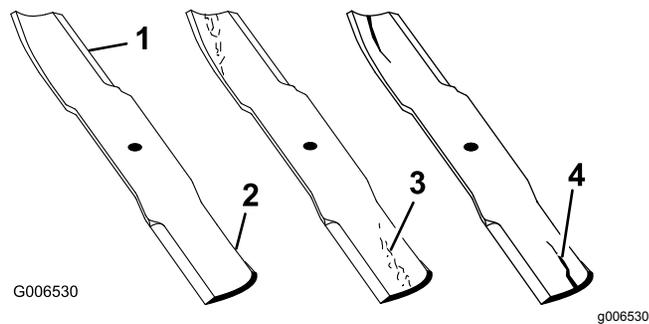

Рисунок 132
- Осторожно осмотрите режущие кромки ножей (особенно в точке соединения плоской и изогнутой частей ножа), как показано на Рисунок 132.
Примечание: Проверяйте ножи перед эксплуатацией газонокосилки, так как песок и абразивный материал могут стачивать металл между плоской и изогнутой частями ножа. При обнаружении износа замените нож (Рисунок 132).